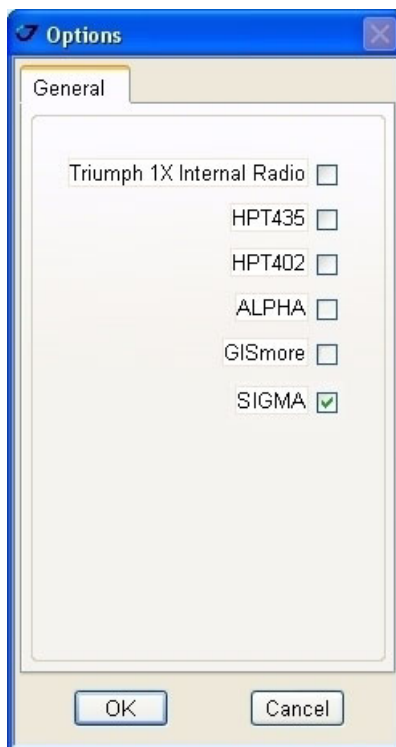

Рисунок 3-1. Окно Options
4. Выберите в списке SIGMA (Рисунок 3-1), нажмите *OK*: